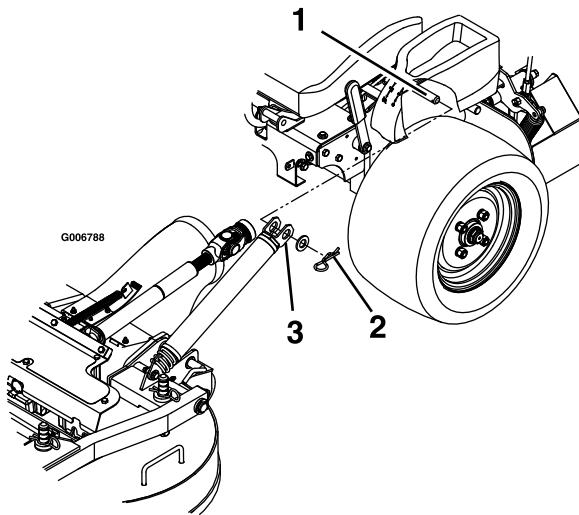

Figure 75
3. Retirez les goupilles fendues et les rondelles sur le haut du ressort d'aide au relevage du plateau de coupe de chaque côté de la machine (Figure 75).
9. Placez des ressorts sur les goupilles d'ancrage sur les consoles gauche et droite, et fixez-les avec une rondelle et une goupille fendue (Figure 75).